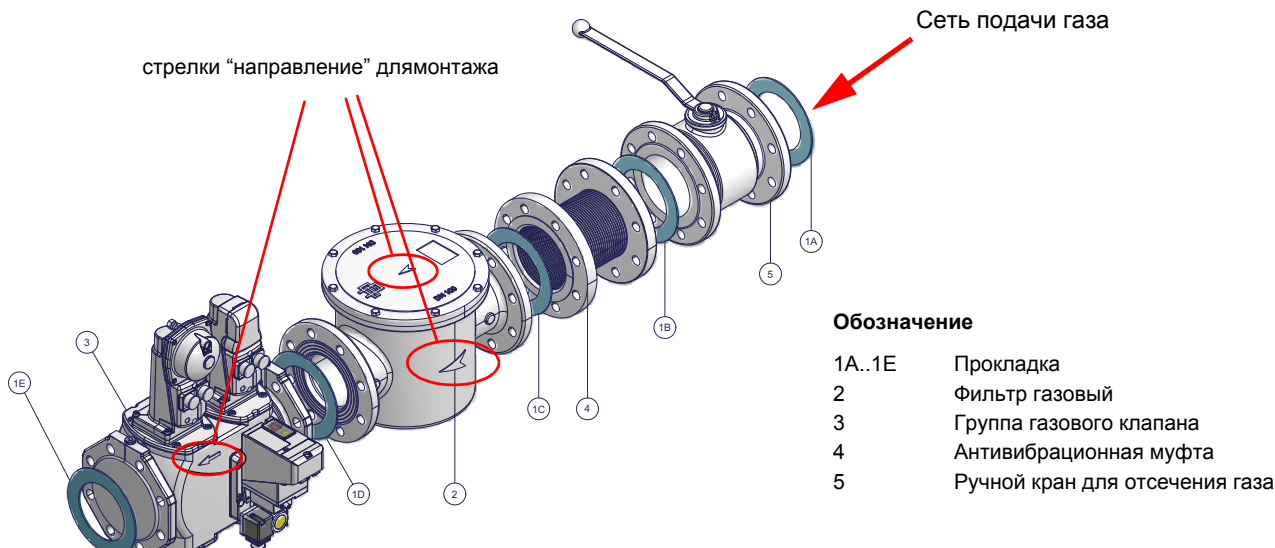

Рис. 5 - Пример газовой рампы
- 1 - б) при фланцевых соединениях: между соседними компонентами устанавливать прокладку (1A..1E - Рис. 5), совместимую с используемым газом,
ВНИМАНИЕ: после монтажа газовой рампы согласно схеме на Рис. 5, необходимо провести тестирование на герметичность газового контура, согласно требований действующих нормативов.